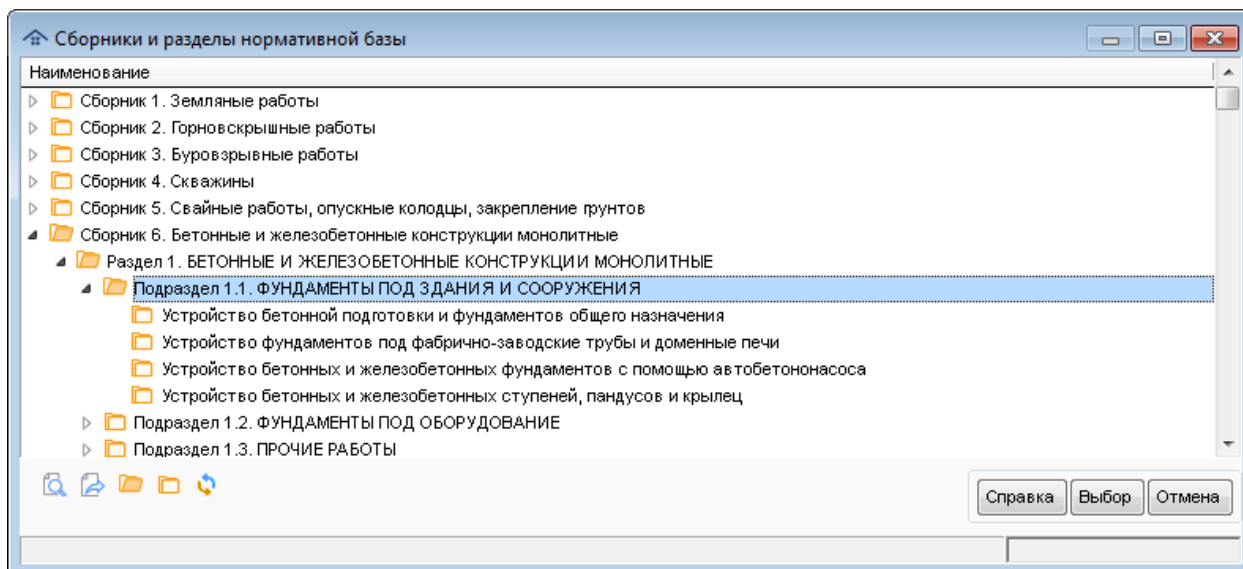

Рис. 182. Выбор сборника (раздела) нормативной базы
- по сборнику (разделу), если задан отбор по части (например, "Сборник 12. Кровли"). Выбор сборника (раздела) производится из иерархического списка (рис. 182).